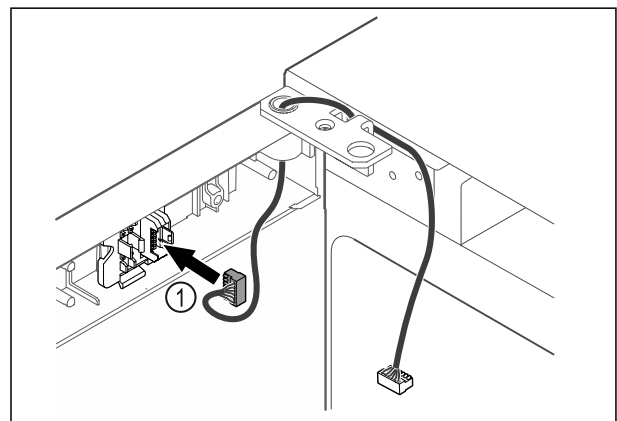

Fig. 47
- ▶ Вставити штекер Fig. 47 (1) в кріплення штекера.